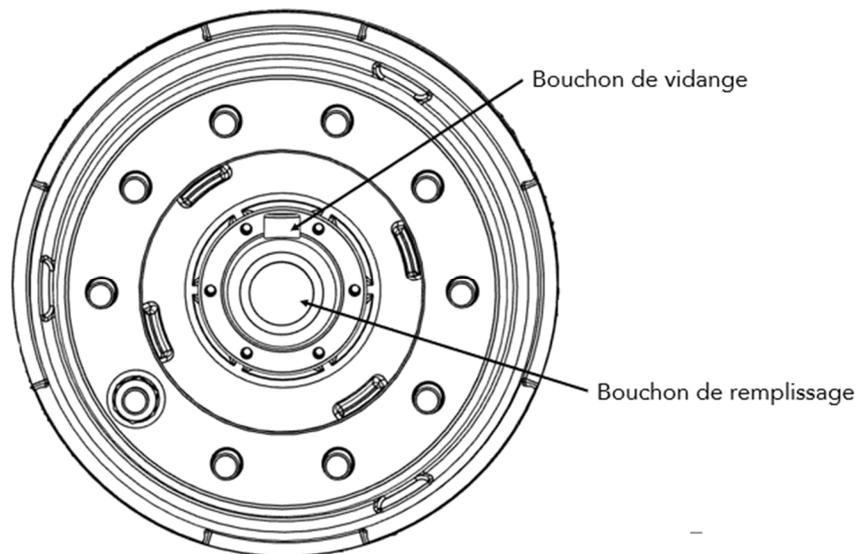

Figure 2 - Essieu avant
3. Vérifiez le niveau et la quantité de lubrifiant à l'intérieur des moyeux des deux roues (Figure 2).